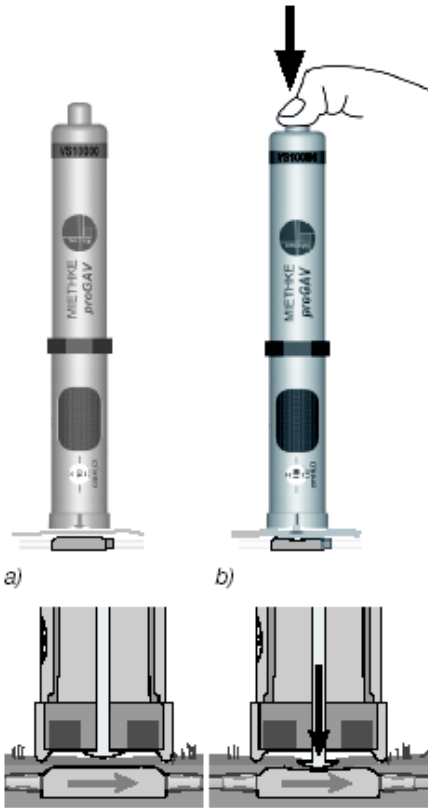

Fig. 17: Ajuste da válvula de pressão
5. Assim que a ferramenta de ajuste for posicionada no centro da válvula, o botão é pressionado na válvula e a extremidade de ajuste aparece. Isso aciona a separação mecânica, e o posicionamento da válvula é ajustado para o posicionamento de pressão de abertura desejada (fig. 17)